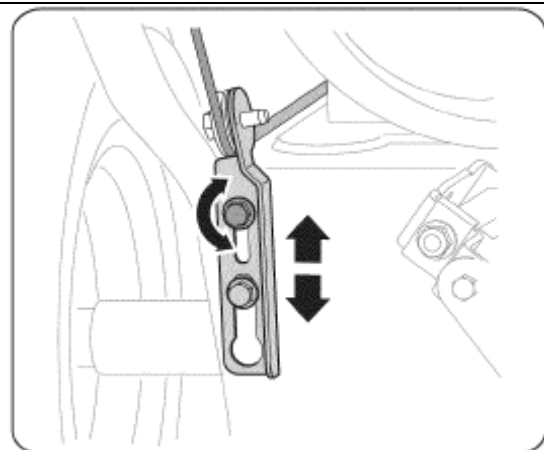

Рис. 14
1. Когда рычаг управления шнеками отпущен и находится в верхнем положении (UP), трос должен слегка провисать, он НЕ ДОЛЖЕН быть сильно натянут.
4. Оставьте шнеки включенными приблизительно на десять (10) секунд, потом отпустите рычаг управления шнеками. Повторите это несколько раз.
5. Приведя рукоятку управления шнеком в верхнее (UP) положение и тем самым отключив шнек, перейдите к передней части машины.
7. Для регулирования положения троса управления ослабьте верхний шестигранный болт на кронштейне, придерживающем трос шнека (См. Рис. 14).